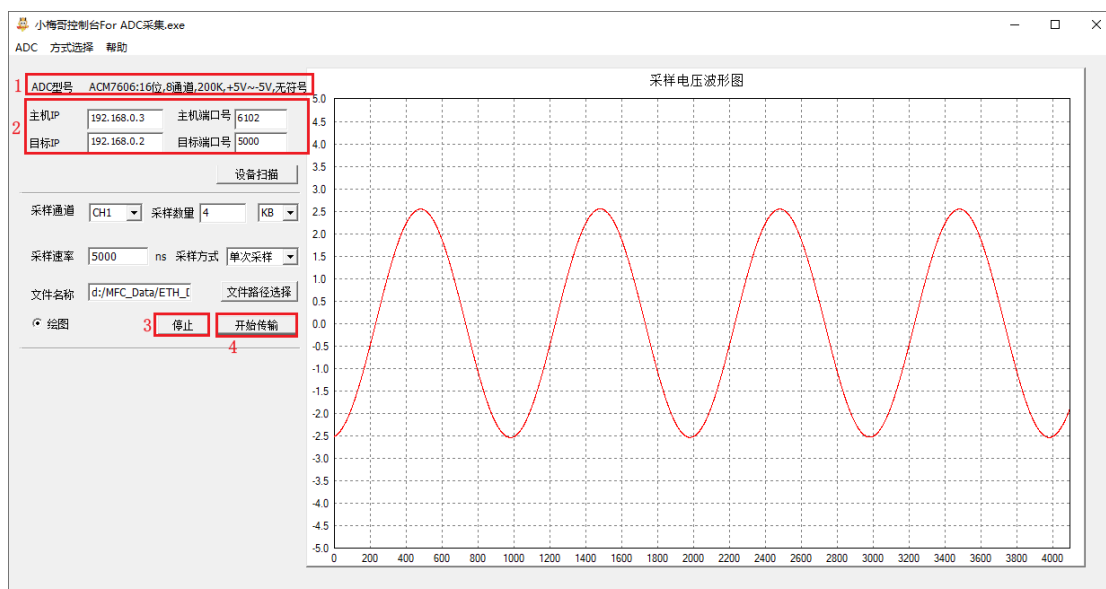

图 63-35 数据采集上位机显示图
5. 点击开始传输之后，可以看到在右边采样电压波形图界面可以直观看到波形图，如下图 63-35 所示。需要注意的是波形图的横坐标对应的不是频率，而是采样数量。